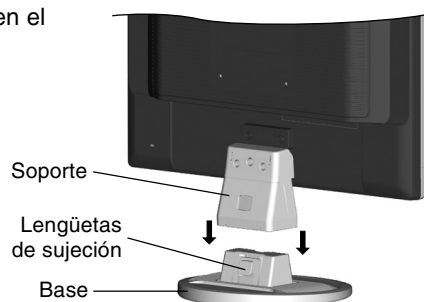

Figura S.1
1. Inserte la parte frontal del soporte del monitor en los orificios situados en la parte delantera de la base (**figura S.1**).
2. Conecte la base al soporte. La lengüeta de sujeción de la base debería encajar en el orificio de la parte posterior del soporte (**figura S.1**).